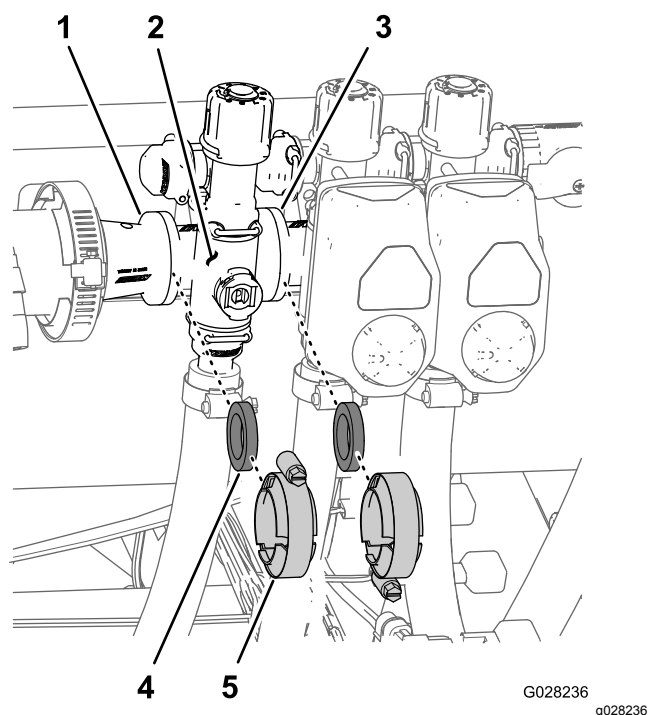

Figure 94
1. Déposez les colliers et les joints qui fixent le collecteur de la vanne de section (Figure 94) à la vanne de section adjacente (s'il s'agit de la vanne de section gauche, et accouplement réducteur).